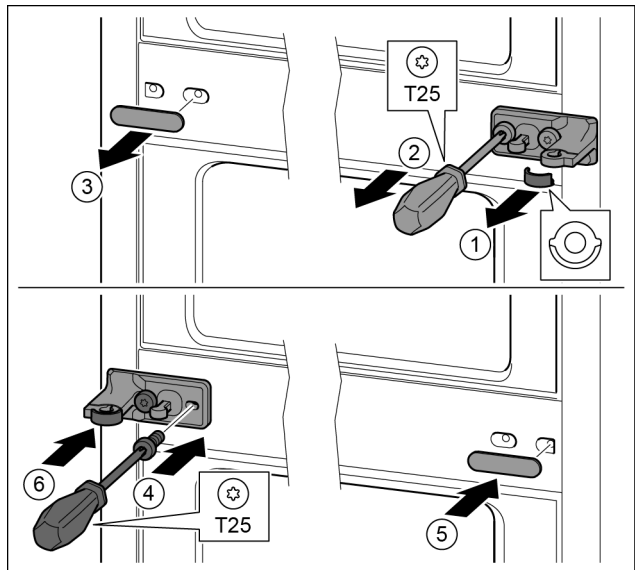

Fig. 34
- ▶ Húzza le a tárcsát. Fig. 34 (1)
- ▶ T25 csavarhúzóval tekerje ki a csavarokat. Fig. 34 (2)
- ▶ Óvatosan húzza le a fedelet. *Fig. 34 (3)*
- ▶ A csapágybakot a fóliával 180°-kal elfordítva erősen csavarozza fel a másik oldalra. *Fig. 34 (4)*
- ▶ A fedelet 180°-kal elfordítva szerelje a másik oldalra. *Fig. 34 (5)*
- ▶ A tárcsát előlről tolja be. *Fig. 34 (6)*